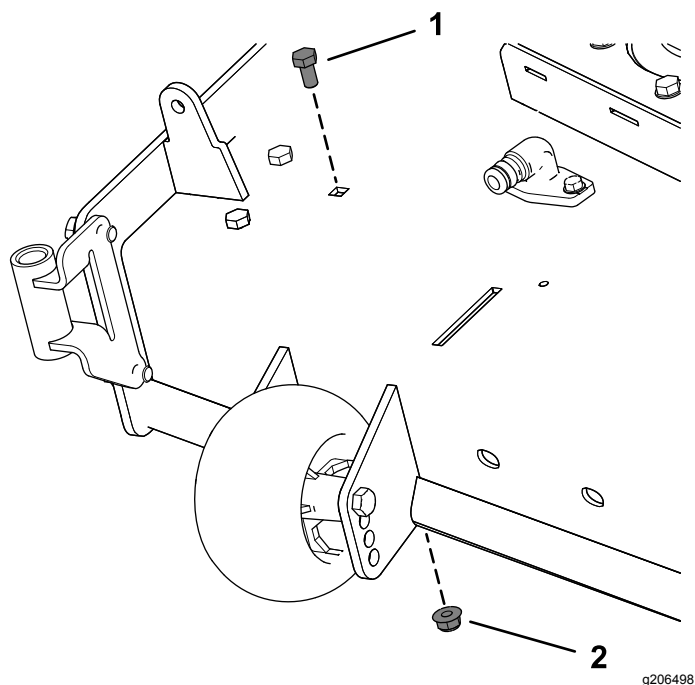

Figura 9
2. Retire el perno y la tuerca existentes de la carcasa de corte (Figura 9).
En carcasas de corte de 137 cm, retire el perno y la tuerca, según se muestra en Figura 9.